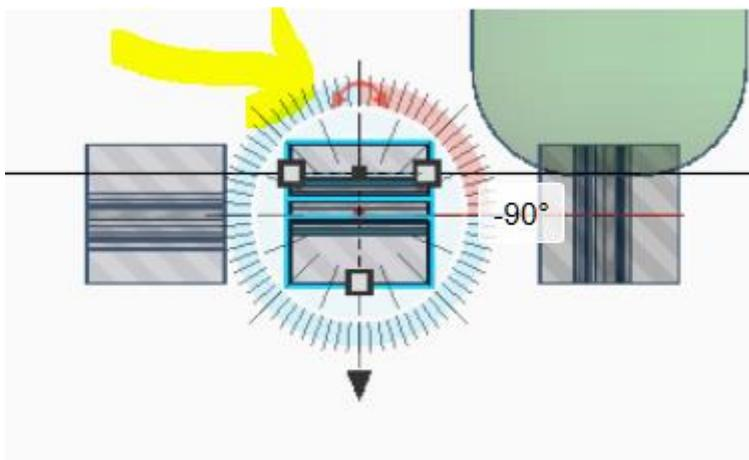

Figura 20. Girando duas letras em 90 graus.
14. Em seguida gire as duas primeiras letras, a primeira em 90 graus para a esquerda, e a segunda em 90 graus para a direita. Vide a Figura 20.